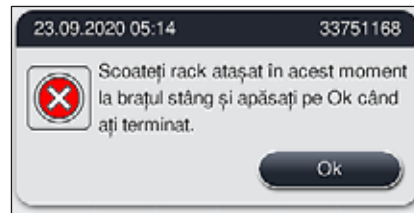

Fig. 129
5. Confirmați apăsând **Ok** (→ "Fig. 129").